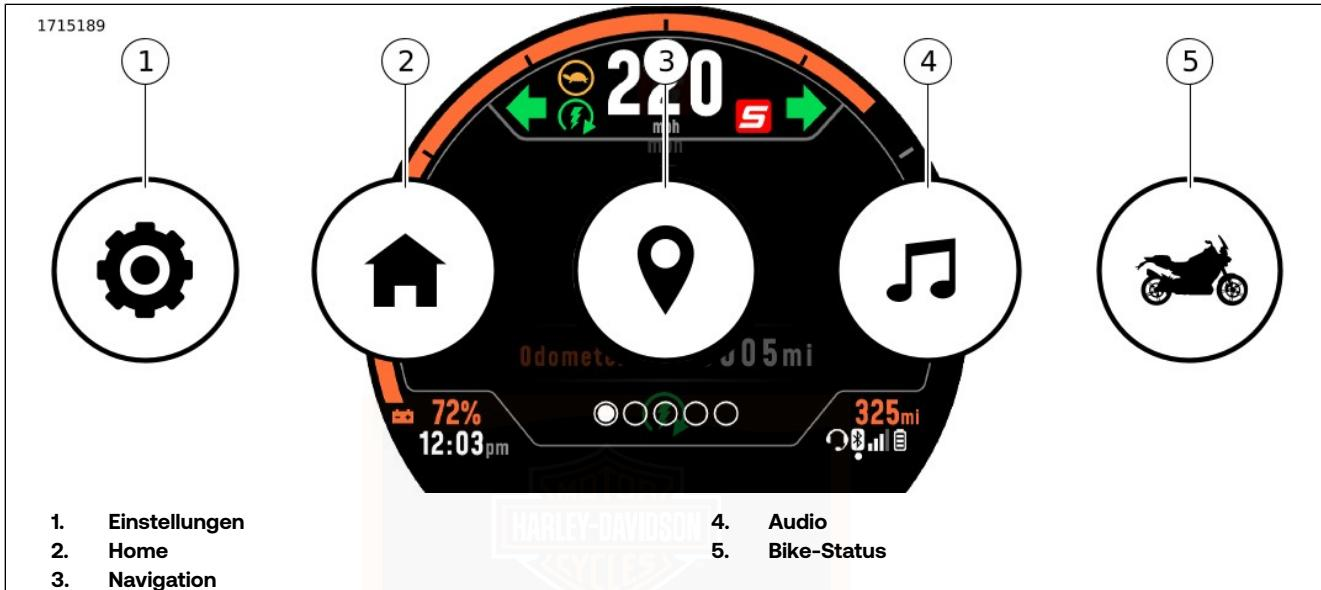

Abbildung 34. Menü-Auswahloptionen
2. Siehe Abbildung 34. Auswählen: Menü „Einstellungen“ (5).
Siehe Abbildung 34. Zum Zugriff auf Audiofunktionen „Audiotaste“ (4) auswählen. Die Audiofunktionen werden mit RBCM geregelt. Siehe FUNKTIONSWEISE > RECHTE REGELUNGSSCHALTER (Seite 133).
- Siehe Abbildung 34. Auswählen: Menü „Einstellungen“ (1).
Siehe Abbildung 34. Bei Auswahl der Bike-Statuskarte (4) werden Fahrzeuginformationen wie Reifendruck-Überwachungssystem (TPMS) -Daten, Kühlmittelttemperatur, TCU-Signalstärke und Batteriespannung angezeigt.